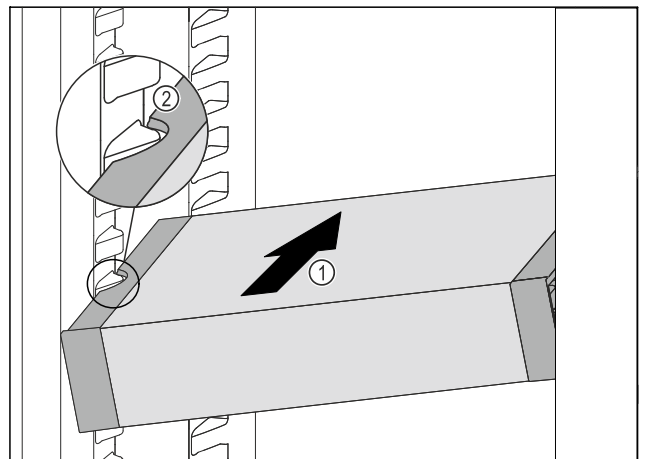

Fig. 47
- ▶ Вставити VarioSafe під кутом в охолоджувальне відділення Fig. 47 (1), доки бокові поглиблення Fig. 47 (2) VarioSafe не будуть на рівні ребра для резервуара в охолоджувальному відділенні.